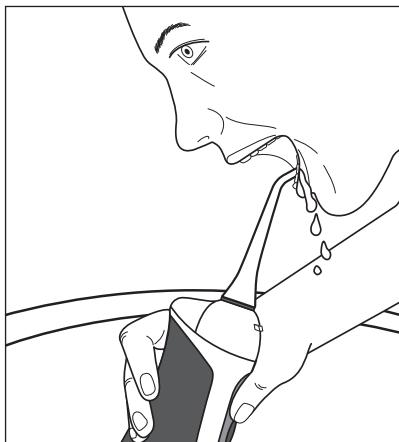

Abb. 1
- Achten Sie darauf, dass Sie während der Benutzung die Luftzuführöffnungen ④ auf der Rückseite des Handteils ⑤ nicht mit den Fingern verschließen.
- Halten Sie während der Benutzung das Handteil ⑤ zu schräg, kann Wasser aus den Luftzuführöffnungen ④ austreten.
- Das Handteil ⑤ schaltet sich in jeder Leistungsstufe automatisch nach ca. 2 Minuten aus, auch wenn sich noch Wasser im Wassertank ⑥ befindet.
- 4) Führen Sie den Aufsatz **2** in den Mund, um umherspritzendes Wasser zu vermeiden. Beugen Sie sich über das Waschbecken und halten Sie das Handteil **5** möglichst aufrecht (siehe Abb. 1). Die Düse **1** des Aufsatzes **2** ist auf die Zähne/Zahnzwischenräume gerichtet.